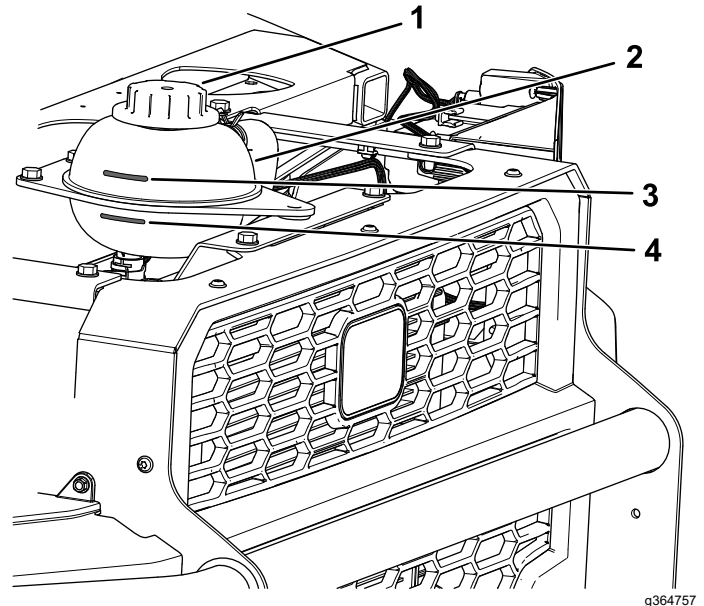

Figura 119
4. Compruebe el nivel de refrigerante del depósito del refrigerante (Figura 119).